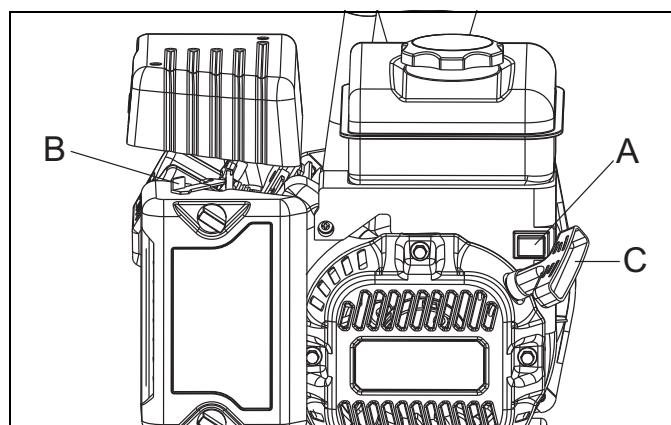

Figure 5-3. Mise en marche de la pompe à eau de modèle CW15
1. Placez l'interrupteur du moteur (A) à la position « ON » (« MARCHE ») (Figure 5-3).
2. Placez le levier d'étrangleur (B) à la position « CHOKE » (« ÉTRANGLEMENT »).
3. Maintenez l'appareil immobile au moment de tirer sur la poignée de démarrage (C).